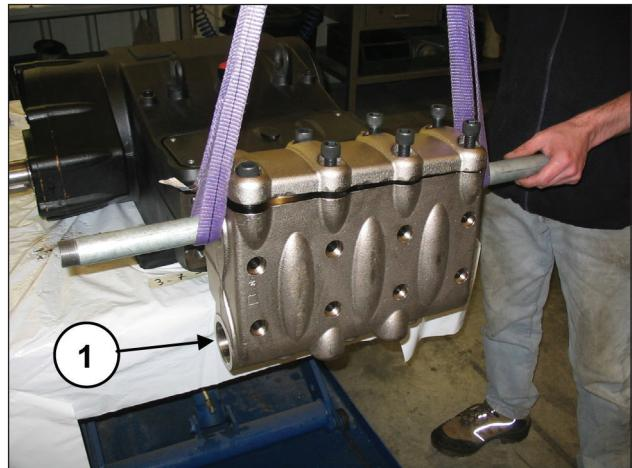
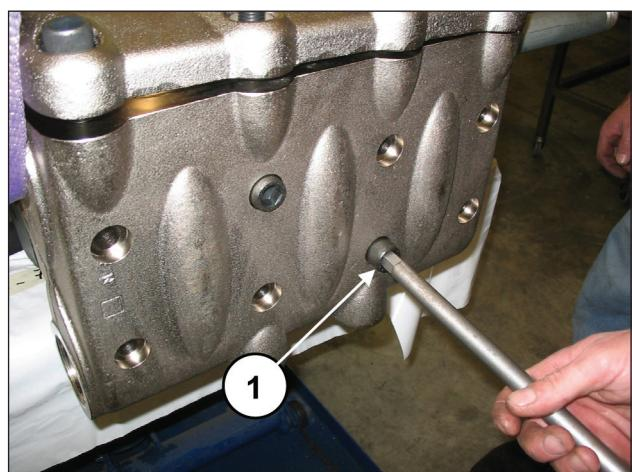

图117
图118
将泵头安装在泵壳（部件号①，图117）上，注意不要碰到活塞，并拧紧8个M16x180螺丝（部件号①，图118）。
(见图117)，然后继续交叉拧紧4个外螺丝。**